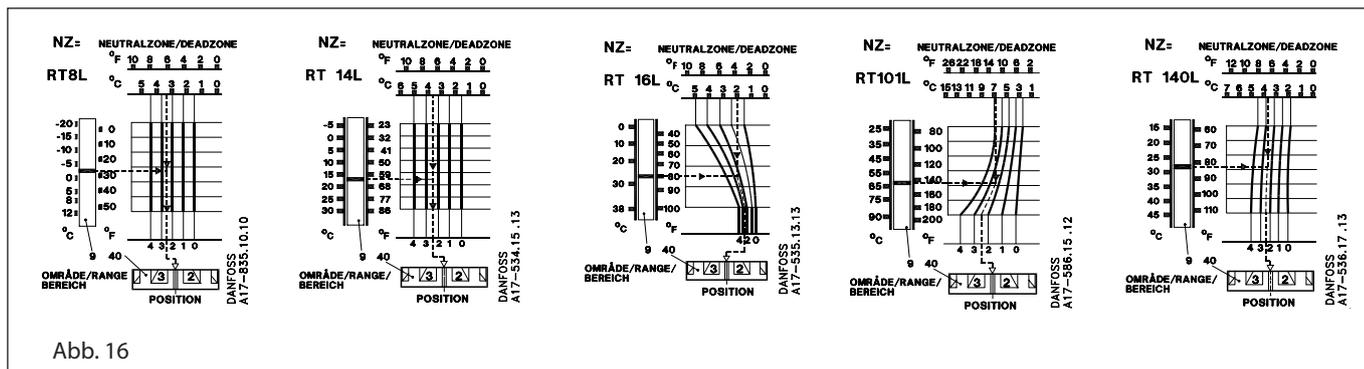

Abb. 16
Der gewünschte Bereich wird unter gleichzeitigem Ablesen der Hauptskala (9) mittels des Einstellknopfes (5), Abb. 14 eingestellt. Der eingestellte Wert ist die Ausschalttemperatur für die Kontakte 1-4, Abb. 15. Die gewünschte neutrale Zone wird im Diagramm für das betreffende Gerät aufgesucht, Abb. 16.
Die gestrichelten Linien im Diagramm für RT 16L (Abb. 16) schneiden einander auf der Kurve für Position 2.8; daher ist die Neutralzonenrolle (40) auf diese Position einzustellen.